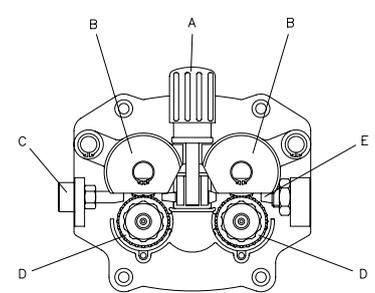

FIG. 9
- Allentare ed abbassare la manopola in plastica (A) e rilasciate la leva premifilo (B) (Fig.9). Estraiete eventuali residui di filo dalla guaina guidafilo (E).
- Rilasciare il filo dalla bobina e tenetelo stretto con un paio di pinze in modo che non possa srotolarsi. Se necessario, raddrizzatelo prima di inserirlo nella guida di entrata (C) del filo. Inserirvi il filo facendolo passare sopra al rullino inferiore (D) e nella guaina guidafilo (E).
- Aprite il pannello laterale. Allentate ed abbassate la manopola in plastica (A) e rilasciate la leva premifilo (B) (Fig.9). Tagliate il filo (qualora sia già stato caricato) tenendolo sempre stretto con delle pinze in modo che non si srotoli e legatelo sull'apposito foro sul rocchetto. Svitare l'ugello e togliete la punta dalla torcia e con un paio di pinze sfilare il filo dalla guaina.